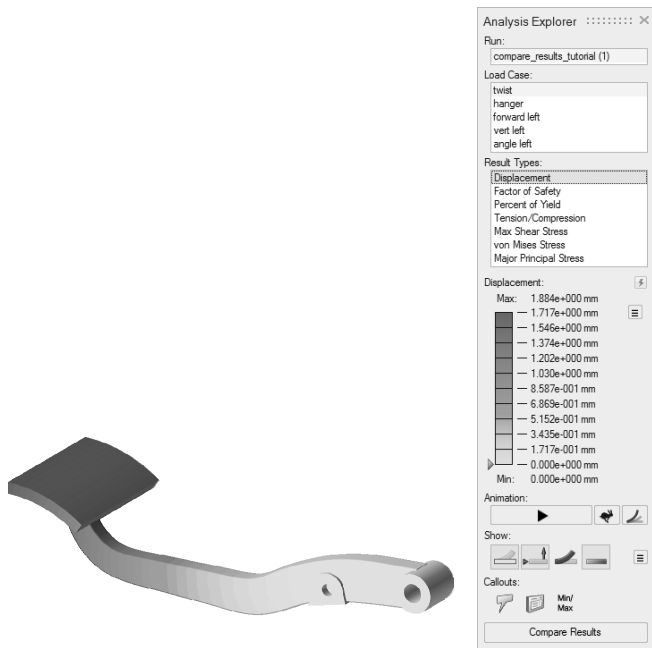

图 16-22
- 变形形状：通过为每一种载荷工况下的模型添加动画效果，即可检查结构偏移是否合理，如图 16-22 所示。异常偏移通常是未正确施加载荷或固定约束的结果。